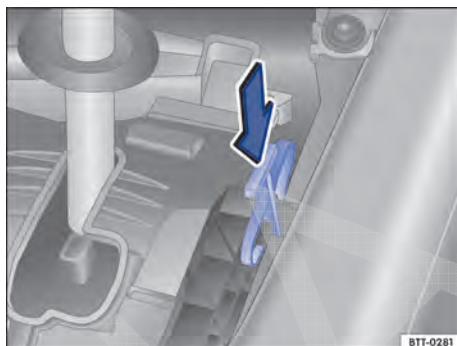

Fig. 204 Destravar o bloqueio da alavanca seletora emergencialmente.
- Pressionar a alavanca de destravamento ⇒ Fig. 204 no sentido da seta e manter nesta posição.